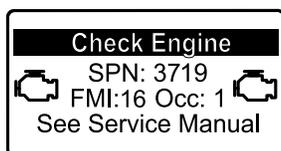

Рисунок 40
- Если требуется регенерация с парковкой, инфо-центр отображает предупреждение по двигателю SPN 3719, FMI 16 (Рисунок 40) и компьютер двигателя снижает его мощность до 85%.